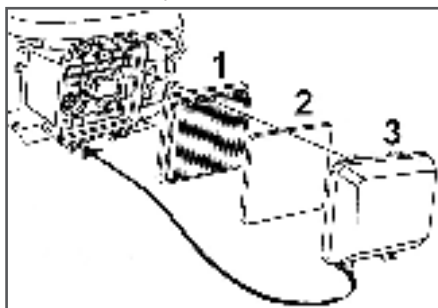

Рис.16 Конструкция воздушного фильтра
1. Нажмите на фиксаторы и снимите крышку воздушного фильтра (Рис. 16 п. 3).
2. Извлеките из крышки воздушного фильтра предварительный в фильтрующий элемент (Рис. 16 п. 2).
3. Извлеките основной фильтрующий элемент (Рис. 16 п. 1).
Основной (бумажный) фильтрующий элемент (Рис. 16 п. 1) не подлежит очистке, необходима его замена. Эксплуатация двигателя с грязными или поврежденными фильтрующими элементами или без фильтрующих элементов приведет к попаданию грязи и пыли в карбюратор и двигатель, что в свою очередь, станет причиной его быстрого износа. Двигатель в этом случае не подлежит ремонту по гарантии.